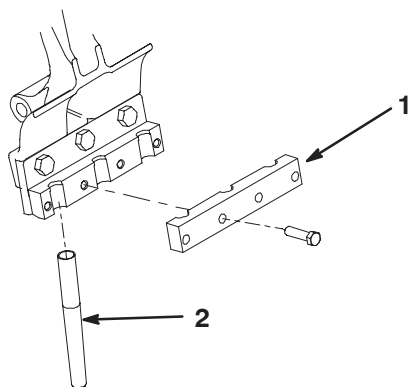

Figure 26
4. Montez, sans serrer, un serre-louchets sur chaque porte-louchets au moyen de (4) vis 3/8 x 1-1/2 pouce (Fig. 26). Ne serrez pas la vis.